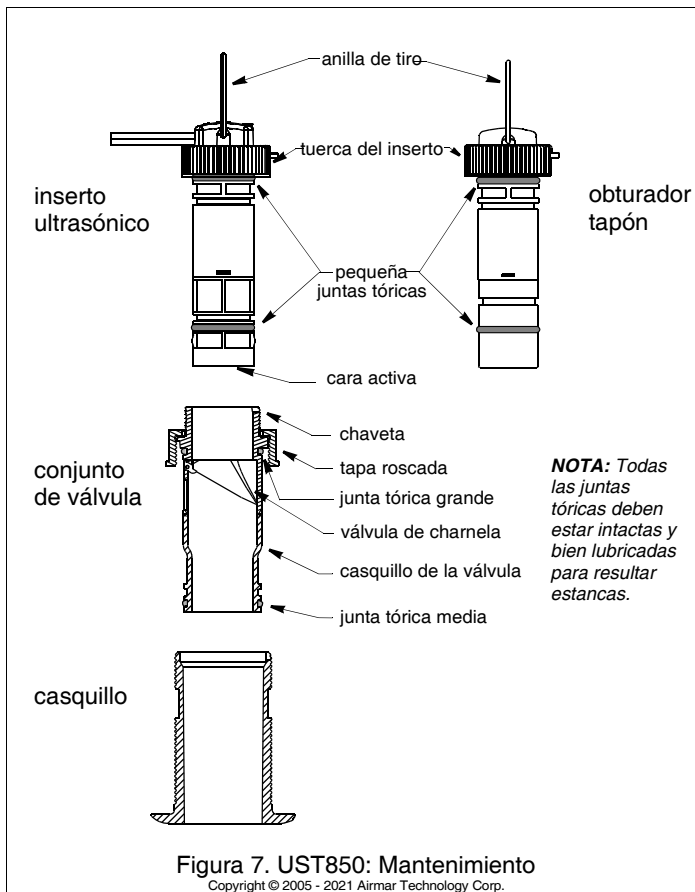

Figura 7. UST850: Mantenimiento
1. Coloque la tuerca del *inserto* en la parte superior de tapón obturador (Figura 7). Sujete la anilla de tiro al tapón capturando la tuerca del *inserto*.
3. Desenrosque la tuerca del *inserto*. **No extraiga la tapa roscada.** Tire de la anilla lentamente para extraer el inserto ultrasónico (Figura 7).
4. Para soltar la tapa roscada, extraiga el inserto ultrasónico/tapón obturador del conjunto de la válvula desenroscando la tuerca del inserto (Figura 7). Sujete el inserto ultrasónico/tapón obturador por la anilla de tiro y tire hacia arriba lentamente.
6. Limpie, repare o cambie el conjunto de la válvula de manera que la válvula de charnela se mueva libremente y quede asentada contra el casquillo de la válvula (Figura 7).